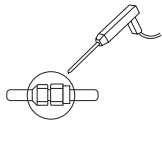

Рис. 7-2
- Проверьте места соединений на утечки хладагента, используя течеискатель или мыльный раствор. См. рис. 7-2.